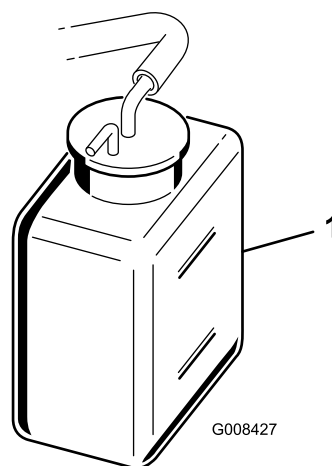

Figura 32
2. Compruebe el nivel de refrigerante (Figura 32). Con el motor frío, el nivel del refrigerante debe estar entre las rayas del depósito de reserva.